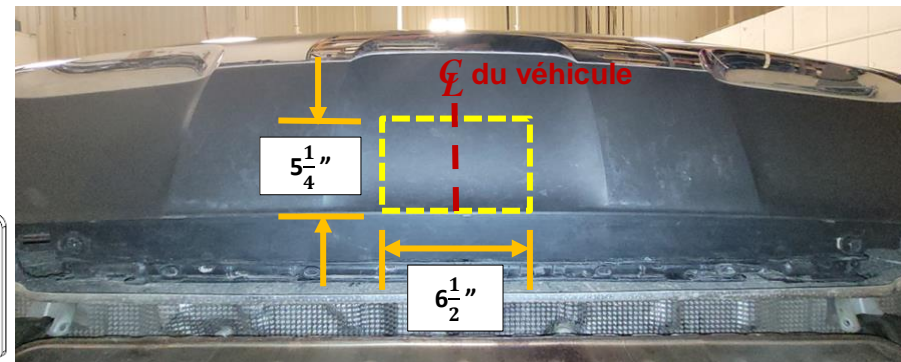

Figure 2
5. **Découper le carénage** – À l'aide d'un ruban à mesurer, d'un marqueur et d'une meule à rectifier, mesurer, marquer et découper le carénage inférieur comme illustré à la Figure 2.
5. Découper le carénage – À l'aide d'un ruban à mesurer, d'un marqueur et d'une meule à rectifier, mesurer, marquer et découper le carénage inférieur comme illustré à la **Figure 2**.